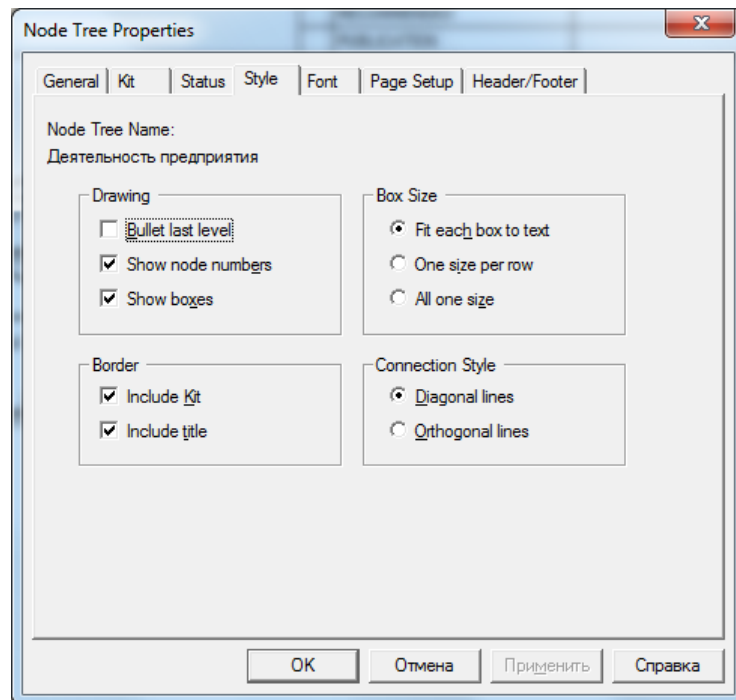
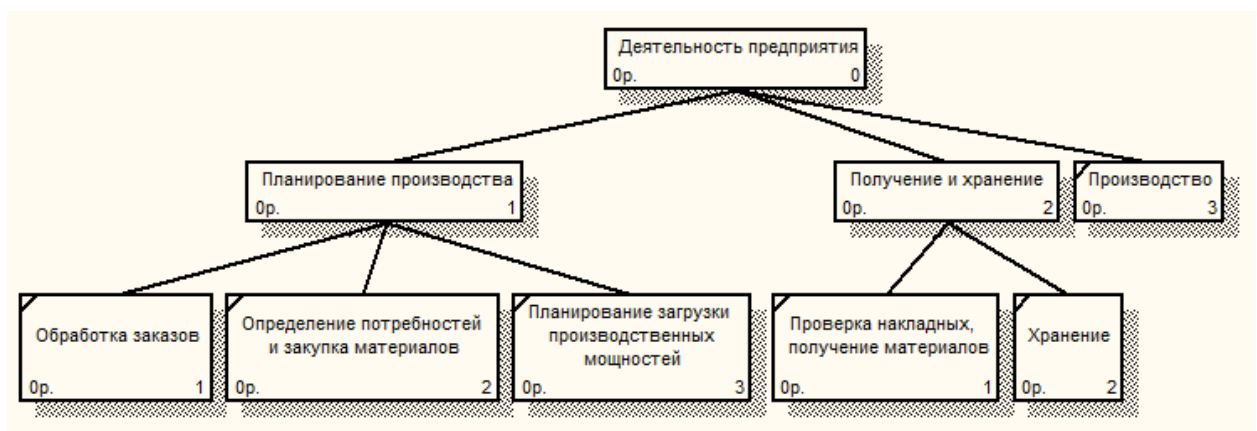

Рис. 30. Диалоговое окно *Node Tree Properties* (Свойства дерева узлов)
Рис. 31. Диаграмма дерева узлов
5. В окне *Node Tree Properties* (Свойства дерева узлов) на вкладке *Style* (Стиль) (рис. 30) уберите галочку в поле *Bullet last level* (Маркер последнего уровня) и нажмите *OK*. Результат представлен на рис. 31.